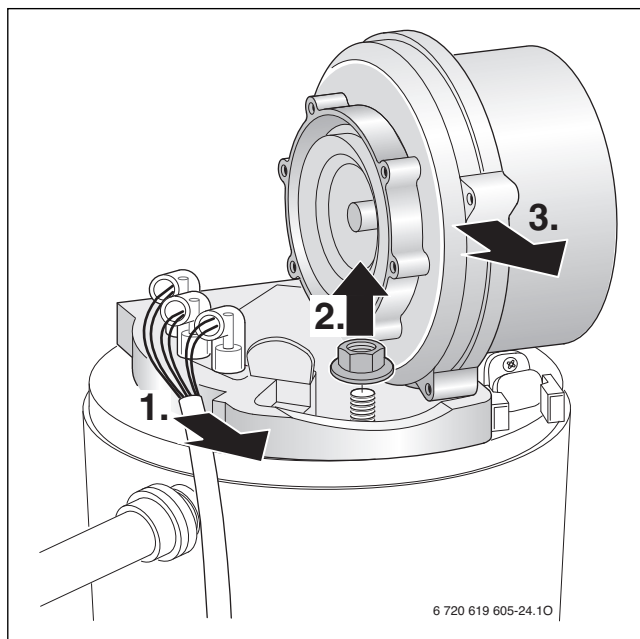

Рис. 47
1. Отсоедините провода запального и контрольного электродов (рис. 47, 1).
2. Отверните гайку крепления опоры вентилятора (рис. 47, 2).
3. Снимите вентилятор (рис. 47, 3).